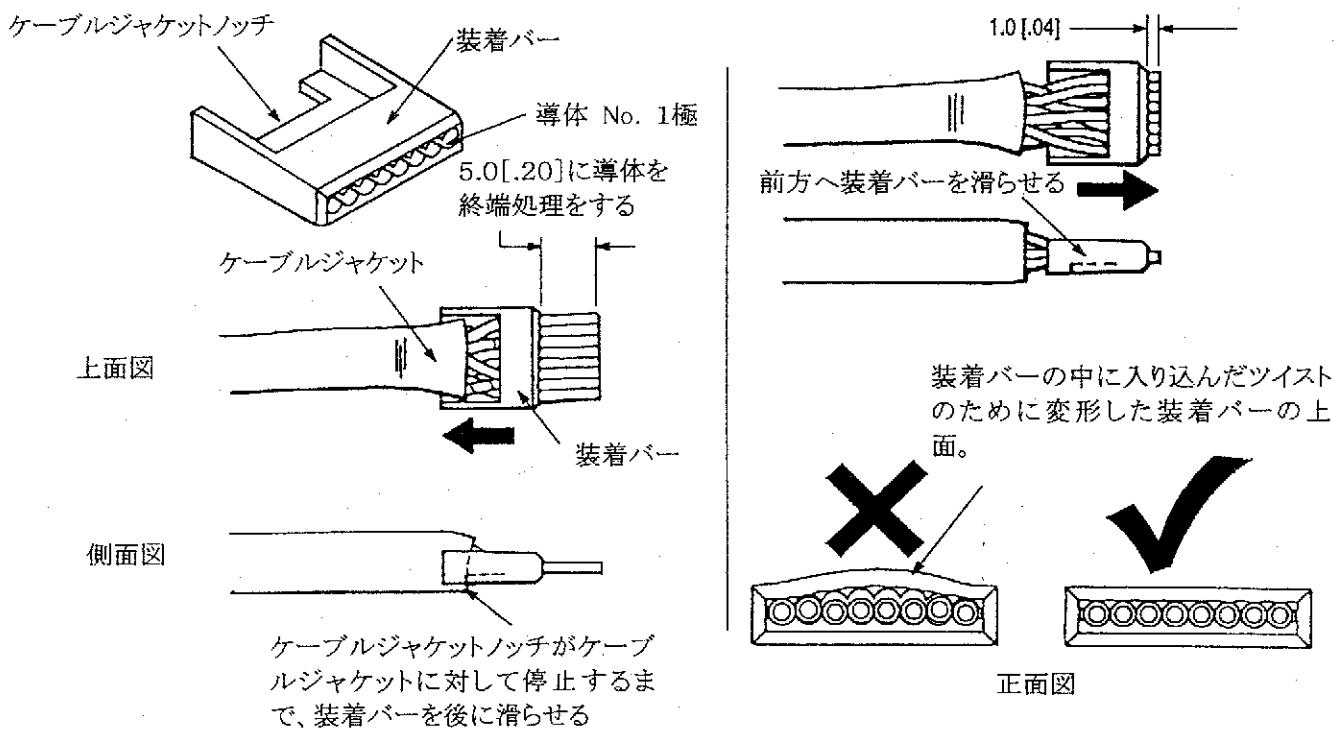

図 6
4. 導体(要求された方向の)をプラグアッセンブリーに含まれる導体管理装着バーに挿入する(図6参照)。ヒント;ケーブルノッチと導体管理範囲の間の、装着バーの「フロア」は8導体の先端を揃えるのに利用でき、これは導体を装着バーに挿入するのに有効。ジャケットがロード・バーの底部のノッチ内に収まるまで、装着バーを完全にツイスト導体にスライドダウンさせる。装着バーの前のエッジに合わせて直角に導体を終端処理をし、各導体のおよそ5.0[.2]が装着バーから突き出る様にする。
5. 導体のおよそ1.00[.039]が露出するように、導体の先端に向かって装着バーを滑らせる。装着バー/ケーブルサブアッセンブリをモジュラープラグハウジングに挿入する;ケーブルジャケットが挿入の後に装着バーのノッチの中にあるとを確かめる。装着バーは、それがハウジングに挿入される様に、所定の位置にスライドバックする。(側面図)図6参照。導体はノッチとジャケットの間に見えないこと。